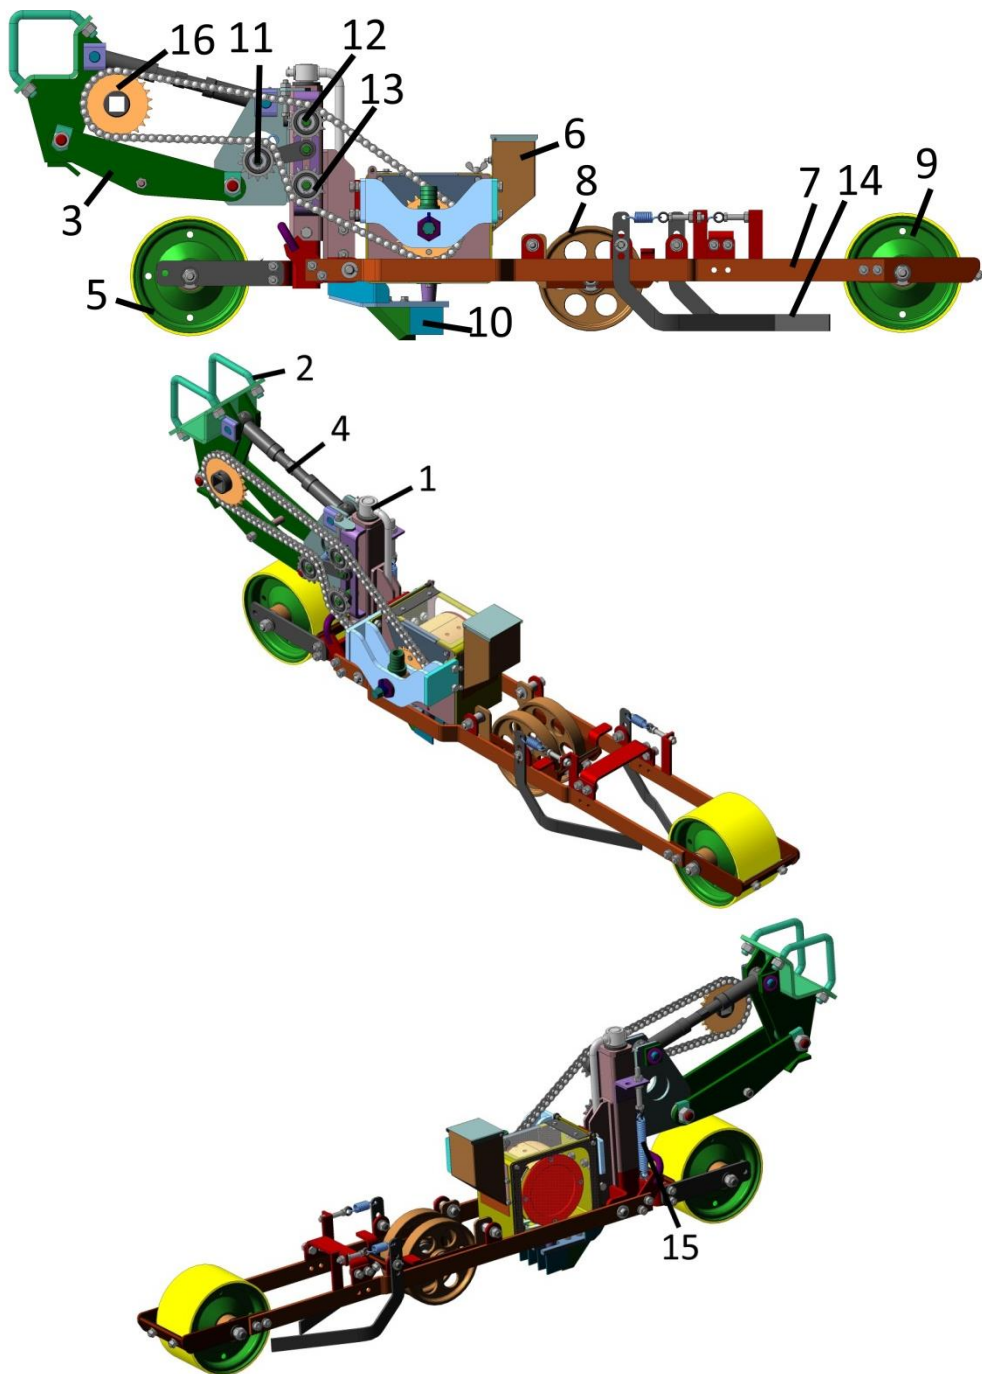

Рисунок 5 – Высевающая секция
3.5 Высевающая секция (рис. 5) представляет собой параллелограммный механизм состоящий из винта 1, который крепится к кронштейну 2 при помощи тяги 3 и талрепа 4. Кронштейн 2 крепится к раме. Такой механизм позволяет секции копировать неровности рельефа почвы.
4.8 При помощи винта 4 (рисунок 5) отрегулируйте взаимное расположение секций сеялки. Все секции должны быть расположены в одной плоскости.
4.10 Установить сошники на заданную глубину заделки семян за счет регулировки винтом 1 (рис.5).